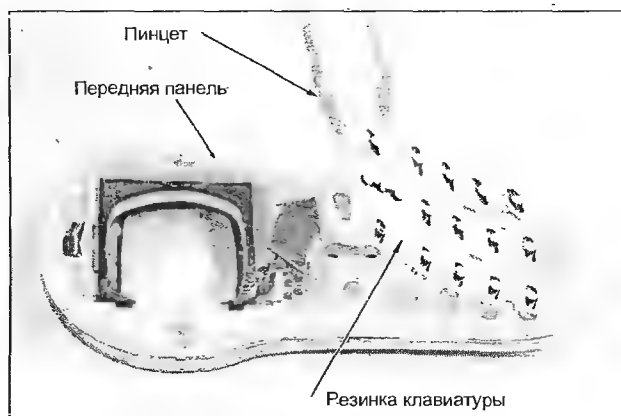

Рис. 4.12
- снимают резинку клавиатуры из передней панели корпуса телефона (рис. 4.12), используя при этом пинцет;